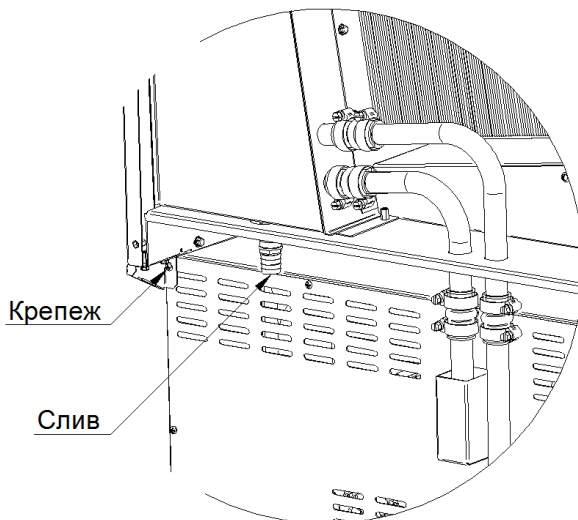

Рисунок 10
12. Зафиксировать зонт сзади крепежом печи в верхних углах конвекционной печи (см. Рисунок 10);
13. Подсоединить шланг для слива к патрубку слива зонта и стянуть хомутом 20-32 KOVOPOЛ из комплекта (см. Рисунок 10);